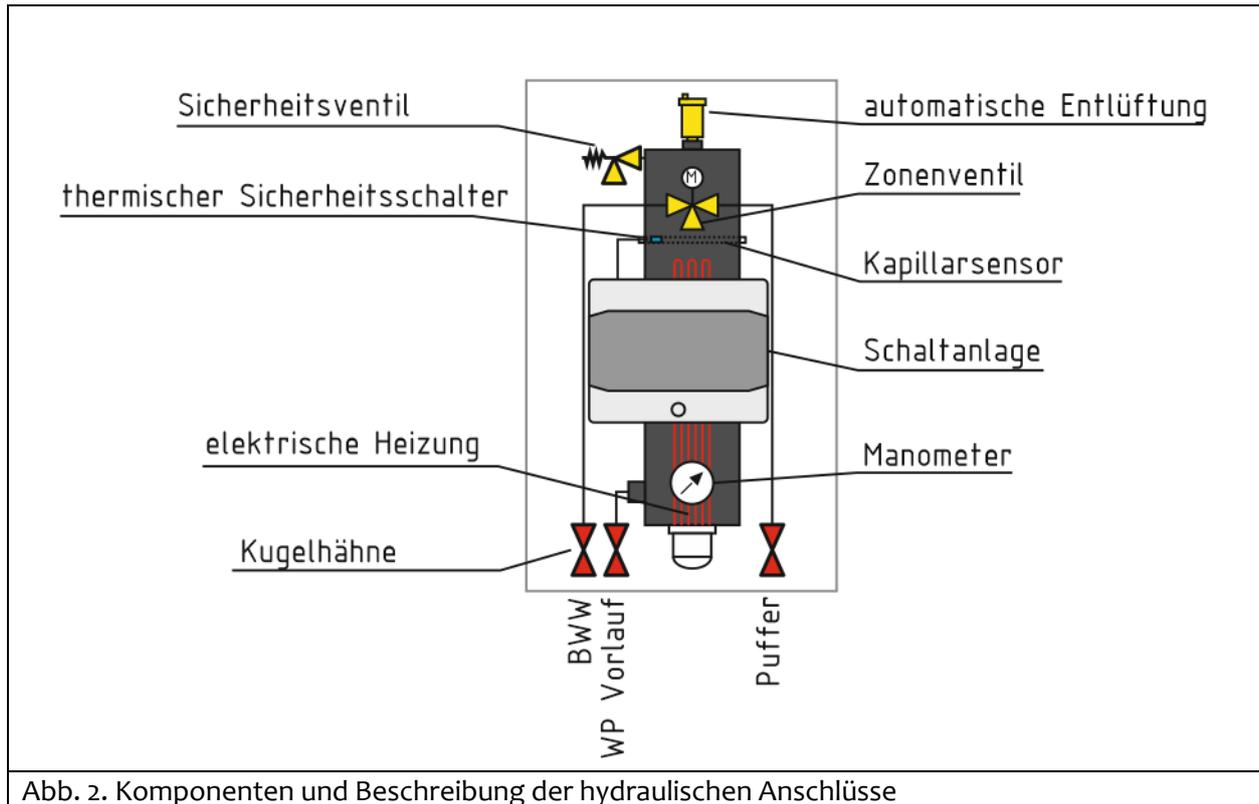

Abb. 2. Komponenten und Beschreibung der hydraulischen Anschlüsse
**Stellen Sie sicher, dass der Thermoschutz in der Kapillare sitzt und richtig am Metallgehäuse des Heizgeräts haftet! Der Standort ist in Abb. 2 dargestellt.**